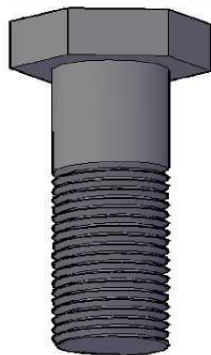

Рис. 65 – Пример выполнения команд 4–32
32. С помощью команды 3D Орбита рассмотреть полученный болт (рисунок 65).